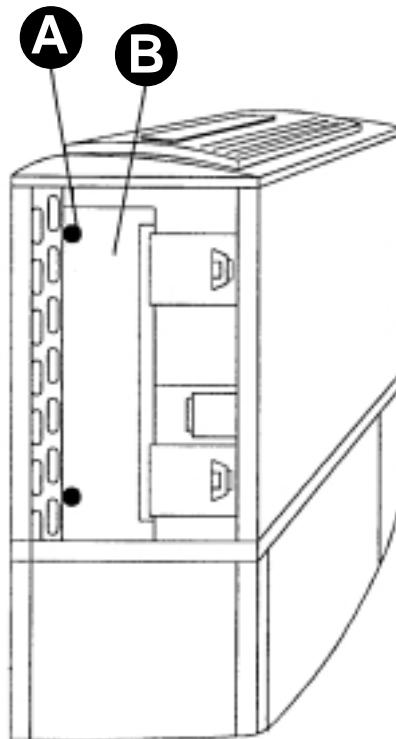

Fig. 1
- 4) Rimuovere accuratamente su entrambi i lati i gancini di fissaggio (A) e i fogli di polistirolo (B) presenti tra l'evaporatore e il ventilatore (vedi fig. 1).
- 4) Retirer avec prudence les clips de maintien (A) et les bandeaux de styrópore (B) se trouvant des 2 cotés, entre l'évaporateur et le ventilateur (voir fig. 1).
- 4) Remove carefully on both sides fastening clips (A) and styrofoam layers (B) between the evaporator and ventilator (see fig. 1).
- 5) Install the heating element between evaporator and ventilator according to picture 2 and fasten it with 2 sheet metal screws at the side walls of the evaporator (C).
- 4) Quitar con cuidado los ganchos de fijación (A) situados en ambos lados y las láminas de poliestirolo (B) presentes entre el evaporador y el ventilador (véase fig. 1).
- 4) De bevestigingsclips (A) en isolatiestukken tussen (B) de verdamper en ventilator aan beide zijde voorzichtig verwijderen. (zie afb. 1)